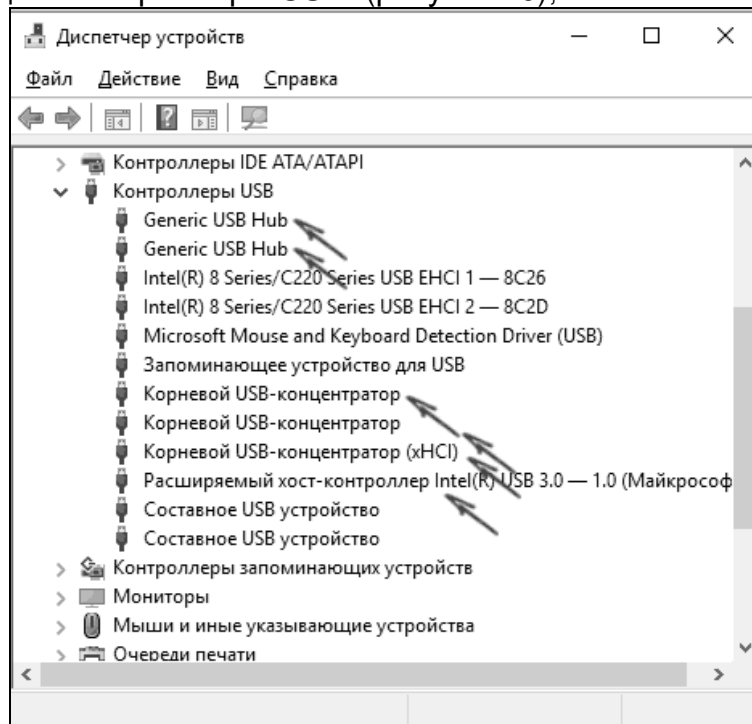

Рисунок 26
- открыть раздел "Контроллеры USB" (рисунок 26);